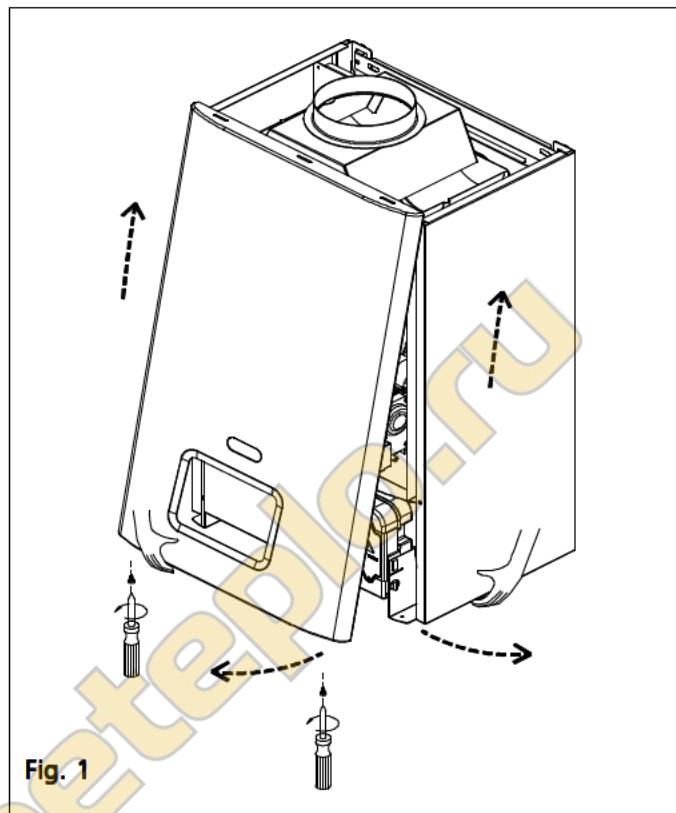

Fig. 1
- Открутите фиксирующие винты (см. рис. 1).
- Снимите переднюю панель (рис. 1).